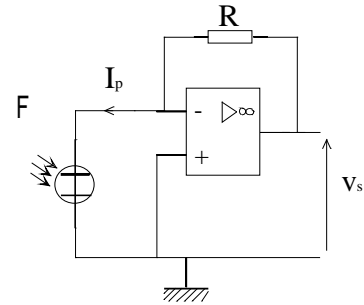

Figure 31 Utilisation d'une photodiode et d'un AO
**(i)** *Réaliser le montage de la Figure 31 avec  $R = 100 \text{ k}\Omega$ .*
En remplaçant la photodiode du montage de la Figure 31, par une photopile (ou une association de photopiles on obtient le schéma de principe d'un luxmètre.
Réaliser le montage de la Figure 31 avec l'association de photopiles et en prenant  $R = 10 \text{ k}\Omega$ .